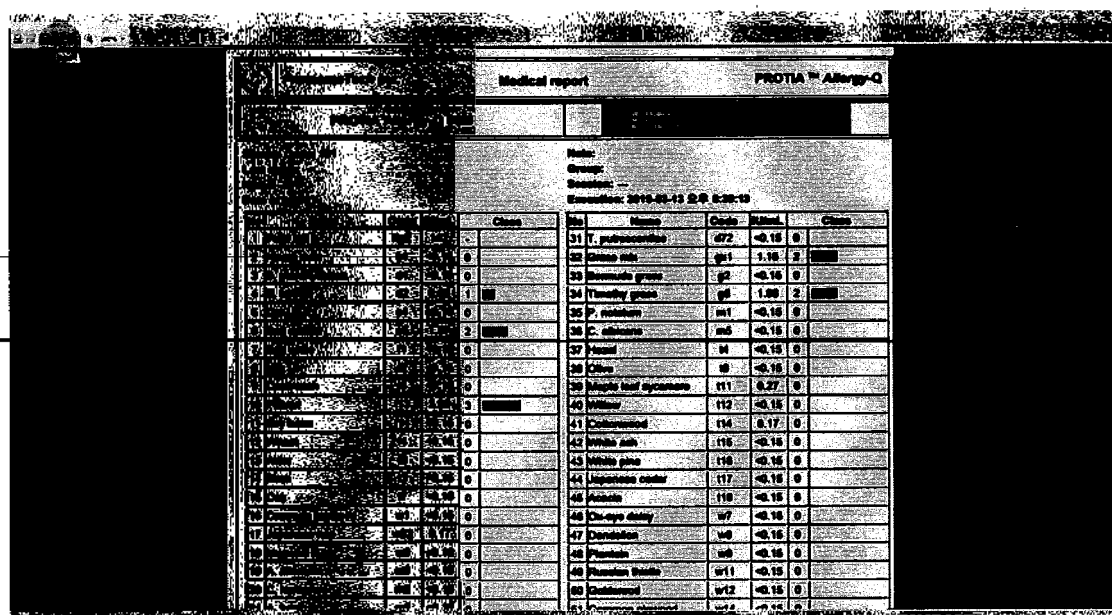

Рисунок 54
8.10.6 Кроме того, результаты анализа можно сохранить в виде файла PDF, щелкнув значок «Экспорт в PDF» в верхнем меню (Рисунок 54).